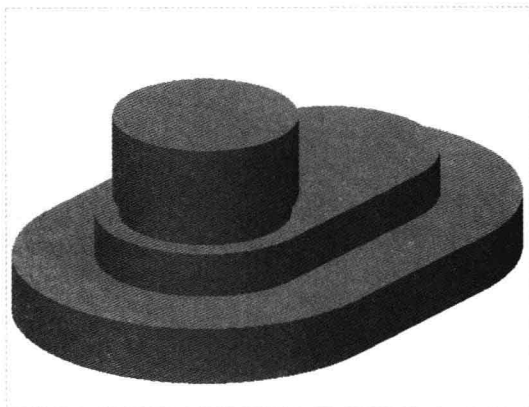

图 18-38 创建拉伸特征 4
Step 08 单击“关闭”面板中的“确定”按钮, 完成截面绘制并退出草绘环境；设置拉伸高度为 13，并调整拉伸方向，单击“应用并保存在工具中所做的所有更改，然后关闭工具操控板”按钮, 完成拉伸特征的创建，如图 18-38 所示。